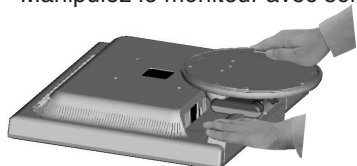

Figure 1
1. Placez le moniteur face vers le bas sur une surface non abrasive (**Figure 1**).